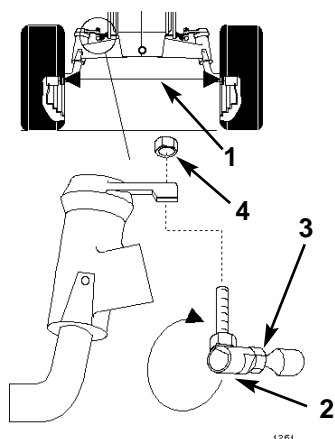

Bild 32
Die Vorspur der Vorderräder vorschriftsmäßig beibehalten. Bei ungleichmäßiger Reifenabnutzung, Rasenskalpierung oder schwerer Lenkung ist u.U. eine Einstellung erforderlich. Die Vorspur alle 100 Betriebsstunden oder einmal jährlich kontrollieren, je nachdem, welcher Zeitpunkt zuerst eintritt (Bild 32).
3. Die Messung ist auf Spindelhöhe zwischen den Naben an der Vorder- und Rückseite der Räder vorzunehmen (Bild 32).
2. Das Kugelgelenk vom Lenkstockhebel entfernen (Bild 32).
4. Die Flachstellen des Kugelgelenks zum Abstimmen mit den Flachstellen der Spurstange festhalten und die Klemmutter festziehen (Bild 32).